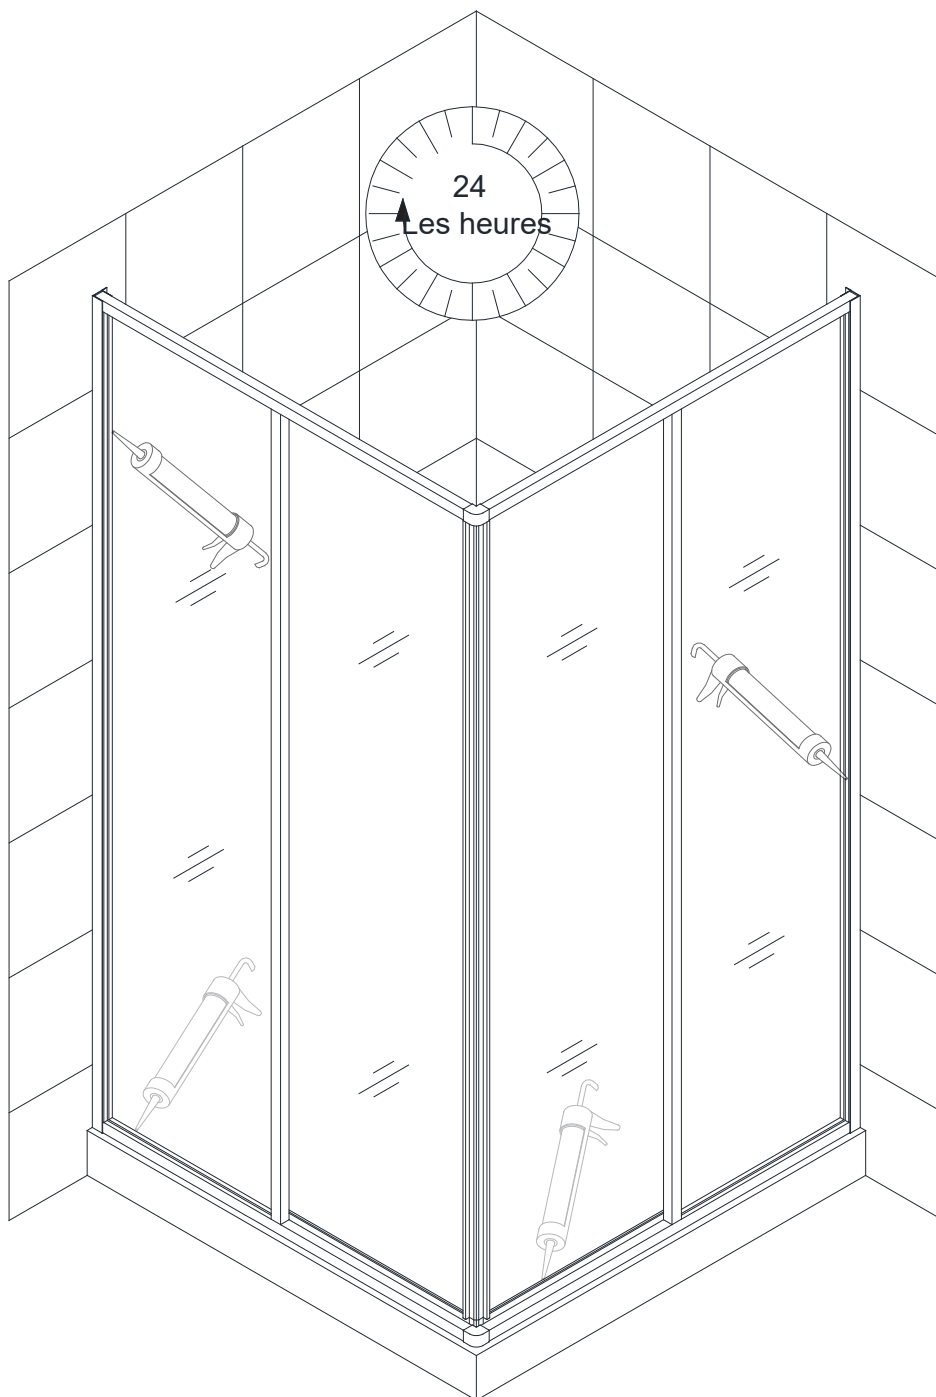

Fig 7
7. Utilisez un silicone résistant à la moisissure de bonne qualité pour sceller les connexions entre les profilés muraux et les murs, et là où le rail de guidage inférieur rencontre le seuil. **(Fig 7)**